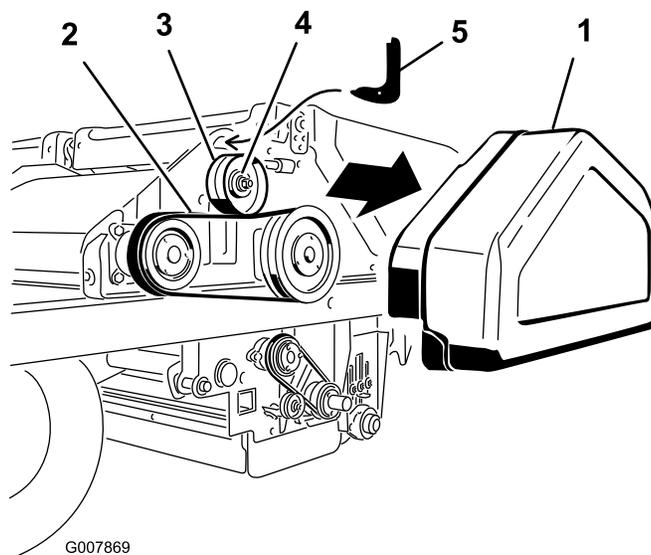

図 59
1. ベルト・カバー図 59 を取り外す。
2. アイドラプーリのナットをゆるめる図 59。
3. アイドラ・プーリの上側にある穴に、ベルト張り工具のフック状の端部を入れる図 59。ベルト張り工具のカーブのついている方の端部をアイドラ・プーリに載せる。
4. ベルト張り工具についている穴に、1/2 インチのトルク・レンチのソケットを入れる図 59。
5. 工具を手前に回してトルクが 0.6 kg になるようにし、その位置でトルクを保持しながらアイドラ・プーリのナットを締め付ける図 59。